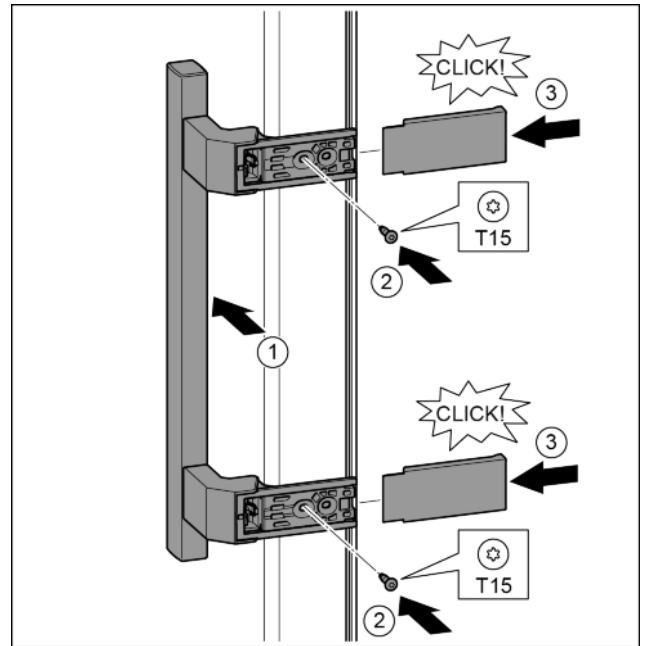

Fig. 16
- ▶ Sæt grebet på i den modsatte side. Fig. 16 (1)
- ▶ Stram skruerne helt med skruetrækker T15. Fig. 16 (2)
- ▶ Sæt afdækningerne på i siden, og skub dem på plads. Fig. 16 (3)